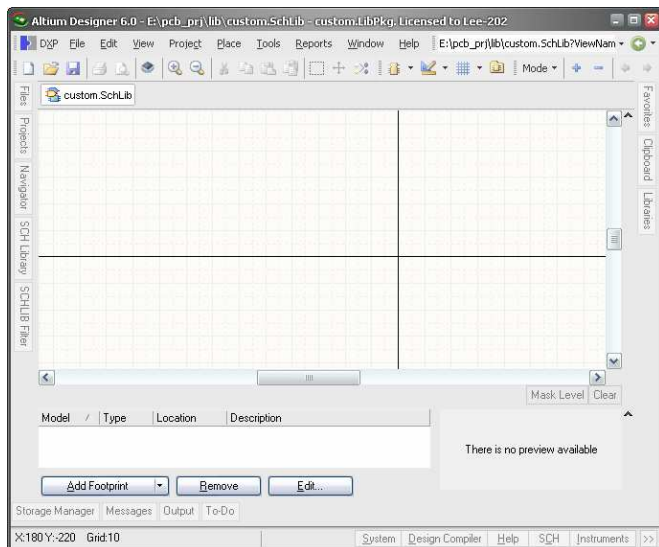

图 5.1 原理图元件编辑界面
(1) 启动 Altium Designer,打开“custom.SchLib”文件,显示如图 5.1 所示的原理图元件编辑界面。